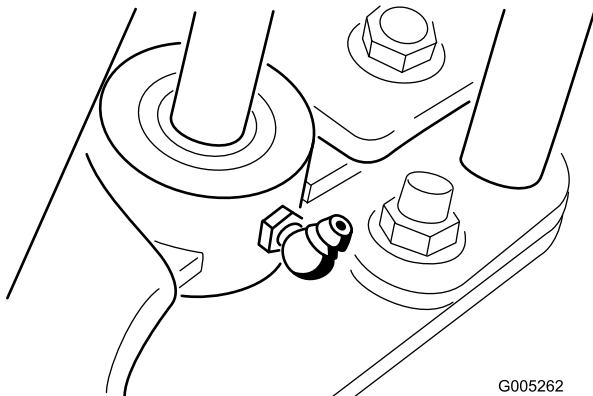

Figure 19
5. Essuyez les graisseurs à l'aide d'un chiffon propre (Figure 19).